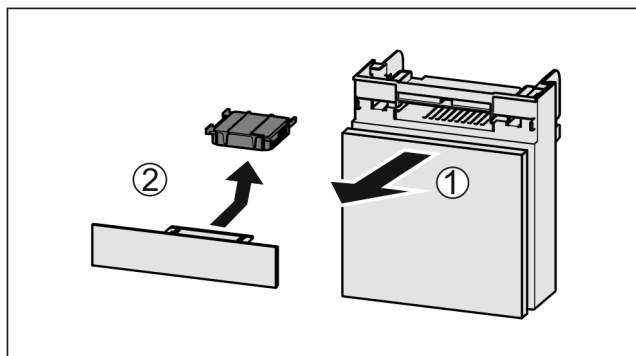

Fig. 48
- ▶ Вытянуть Fig. 48 (1) отделение движением вперед.
- ▶ Извлечение Fig. 48 (2) фильтра с активированным углем.